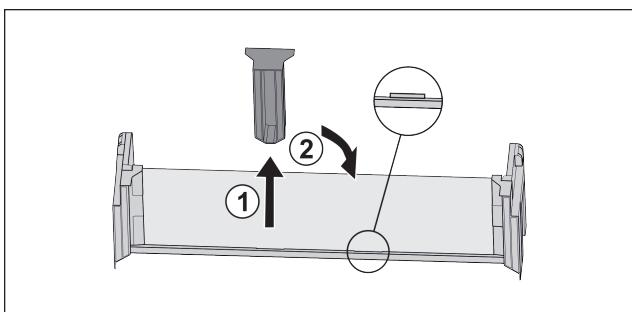

Fig. 65
- Витягнути середню деталь для підтримки Fig. 65 (1).
- Вставити середню деталь для підтримки на друге положення Fig. 65 (2).